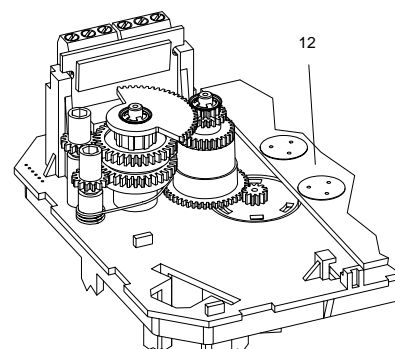

Bild 27: Innenansicht Typ 3374 mit Grenzkontakten
- Antriebe mit Grenzkontakten: Vgl. Bild 27.